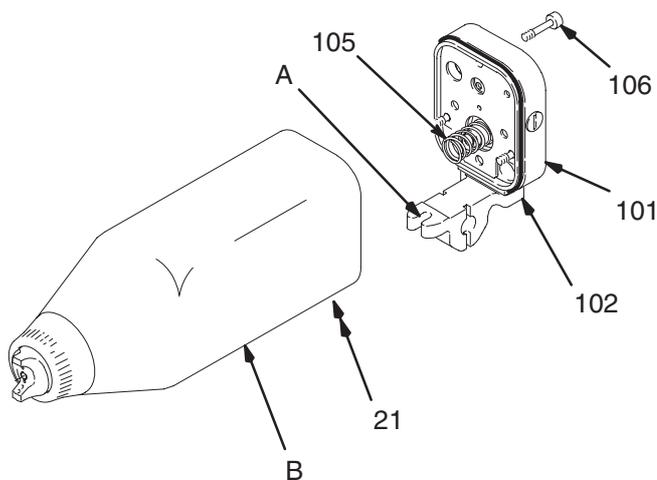

Fig. 16
1. Aflojar el tornillo inferior de la pistola (21) hasta que ésta (B) se asiente con flojedad en la ranura del soporte de montaje (A). Consultar la Fig. 16.